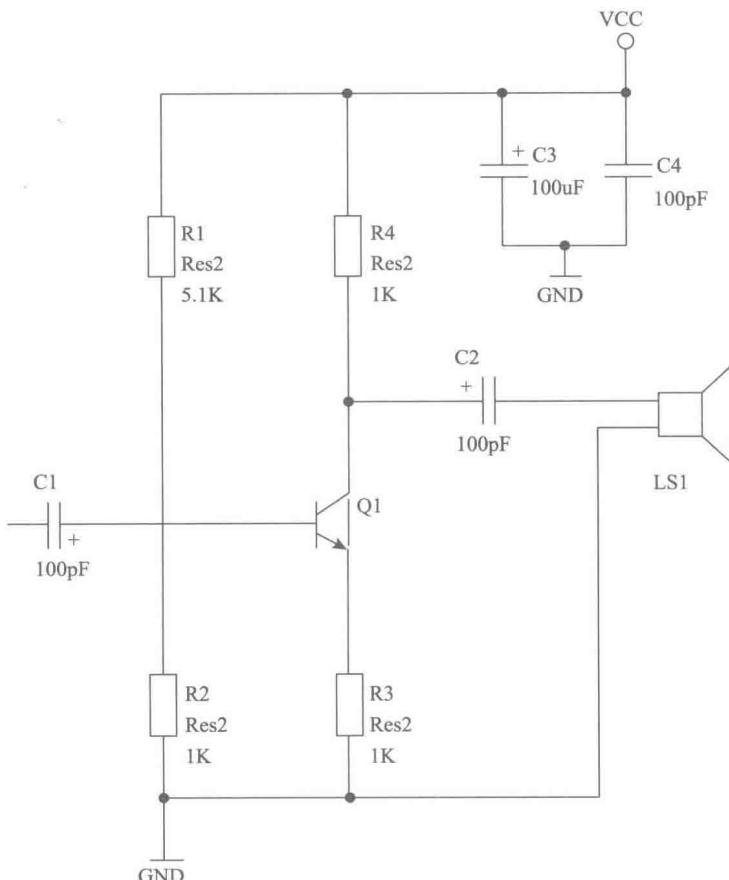

图 1-15 完成后的原理图
⑦ 将 GND 和 VCC 放置到原理图上即完成原理图的制作。制作完成后的最终效果图如图1-15所示。